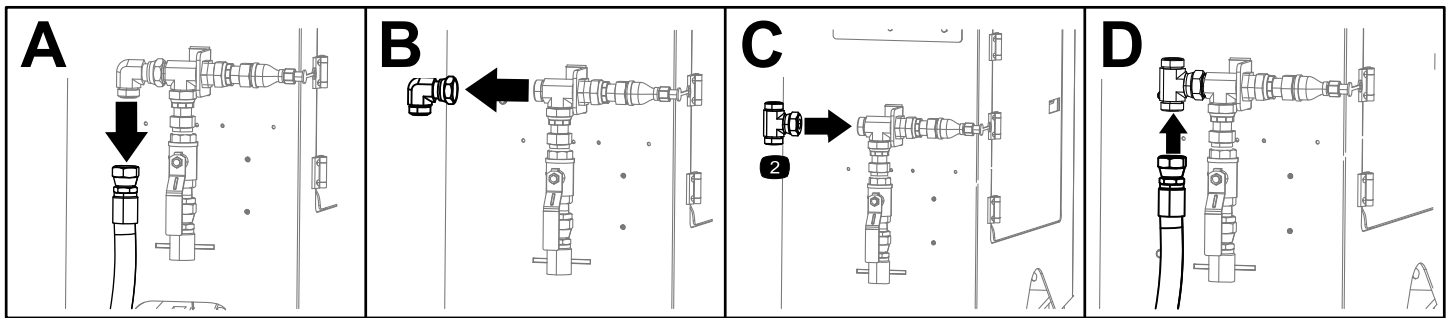
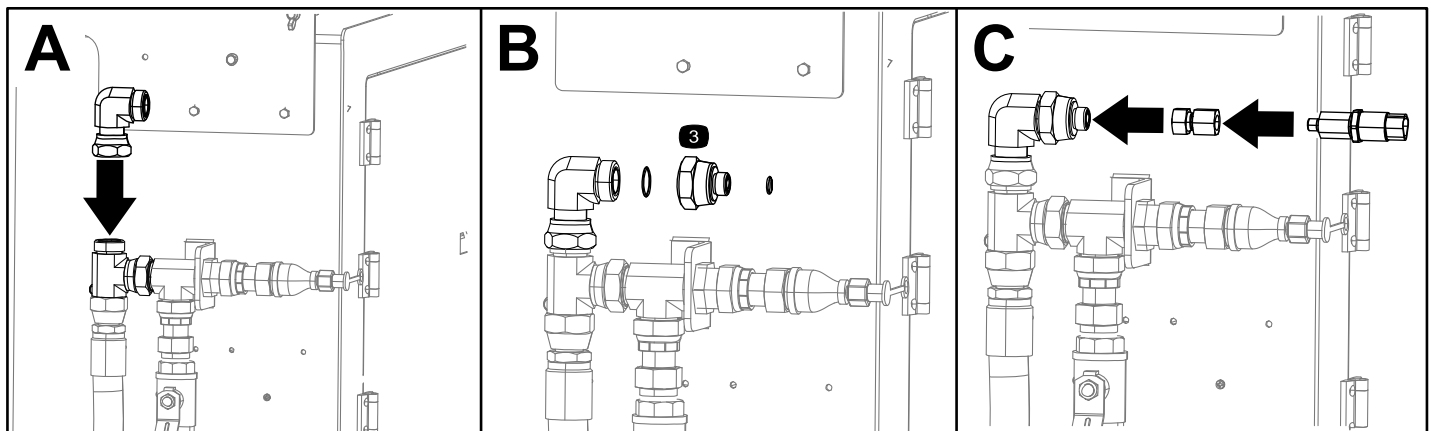

Figure 4
Figure 5
1. Débranchez le flexible du raccord sur l'assemblage soudé de commande arrière (encadré A de la Figure 4).
2. Déposez le raccord de l'assemblage soudé de commande arrière (encadré B de la Figure 4) et mettez-le de côté.
3. Reposez le raccord en T sur l'assemblage soudé de commande arrière (encadré B de la Figure 4) et serrez-le à un couple de 301 à 336 N·m.
4. Rebranchez le flexible au raccord en T (encadré D de la Figure 4).
5. Reposez le raccord (encadré A de la Figure 5) que vous avez déposé à l'opération 2 (encadré B de la Figure 4).
6. Reposez le réducteur et le joints toriques (encadré B de la Figure 5) puis serrez le réducteur à un couple de 301 à 336 N·m.
7. Reposez le transducteur (encadré C de la Figure 5) que vous avez déposé à l'opération 3 de Débranchement du transducteur \(page 2\).